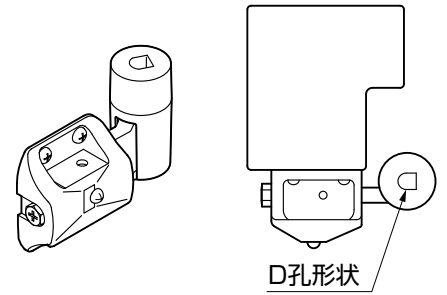

図4-3 ジョイント取付け詳細
- 持送りとジョイントとのスリ割りを合わせ、図4-3のように奥まで差込んでください。
- ジョイントのD孔形状が、図4-3の向きに組付いたことを確認してください。